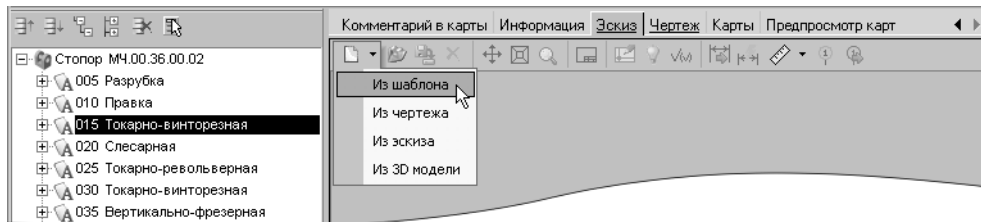

Рис. 5.8. Создание нового эскиза из шаблона
Алгоритм создания нового эскиза включает следующие операции (рис. 5.8):
4. В окне **Новый эскиз** нажмите кнопку, соответствующую выбранному способу создания эскиза (на рис. 5.8 выбран способ «Из шаблона»)1.